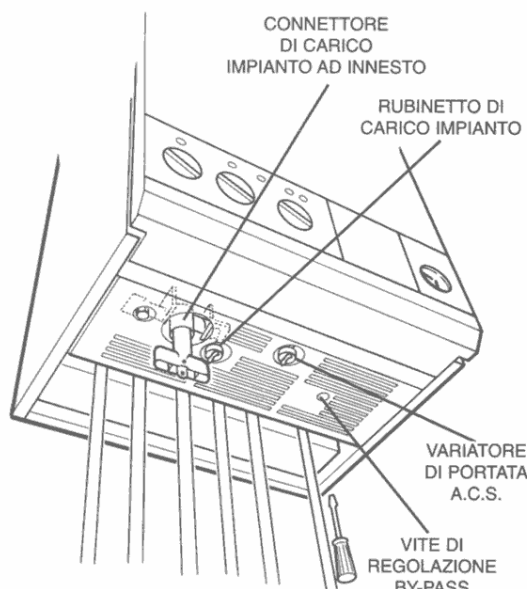

Fig. 7: Rubinetto di carico impianto (visto da sotto)
- Effettuare la regolazione manuale del by-pass (vedi Fig. 7).